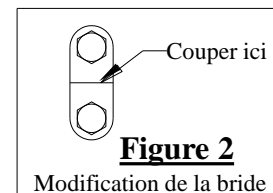

Figure 2
①	Qté (8)	Boulon hexagonal – 9/16-18 x 2.00 GR5	⑤	Qté (2)	Espaceur – 3/8 x 1-1/2 x 3
②	Qté (4)	Espaceur – 1/4 x 1-1/2 x 2	⑥	Qté (1)	Support de renforcement
③	Qté (8)	Contre-écrou à embase – 9/16-18	⑦	Qté (1)	Support de renforcement
④	Qté (2)	Rondelle plate (trempée) – 9/16"
3. Couper la bride de boulon en deux, comme illustré à la figure 2. Sans trop serrer, réinstaller la visserie de pare-chocs et le support de renforcement à l'intérieur du cadre.